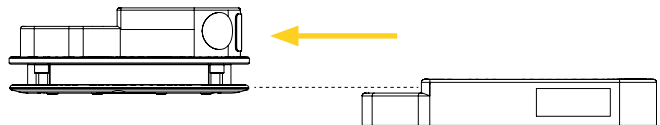

Figure 8: Retrait du Convertisseur de surface Pro de la base
1. Appuyer et maintenir enfoncer le bouton à déclenchement rapide de la Base de Fixation Standard ou de la Base de Fixation Allongée (Figure 8 A), puis retirer le Convertisseur de surface Pro de la base horizontalement (Figure 8 B).